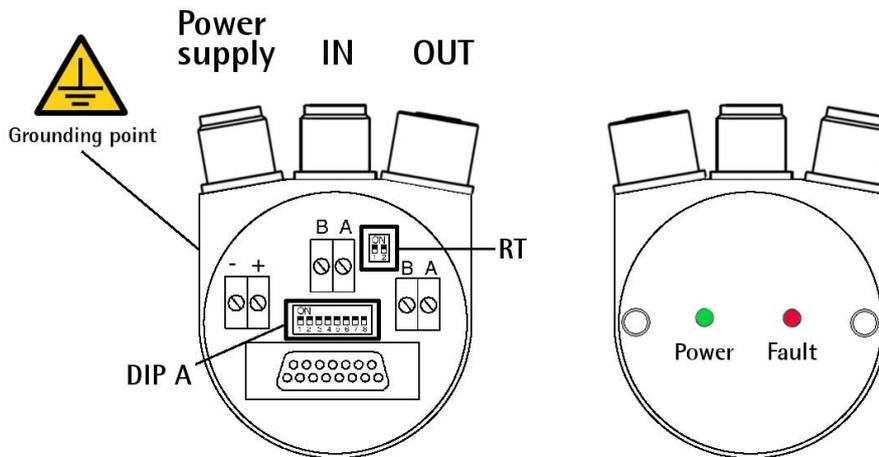

Figura 2
4.4 Coperchio con connettori M12 -CC-PB-C- (Figura 2)